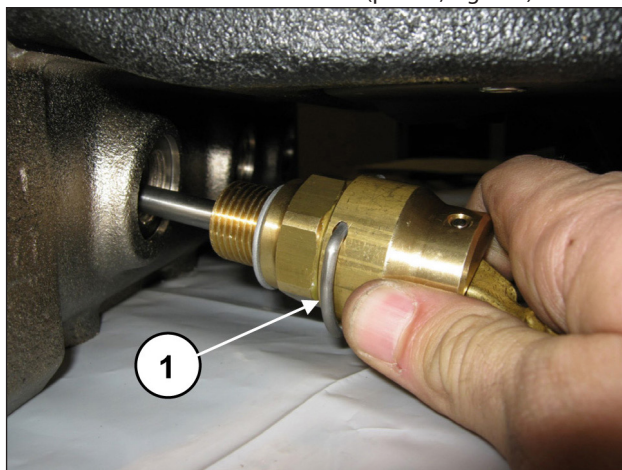
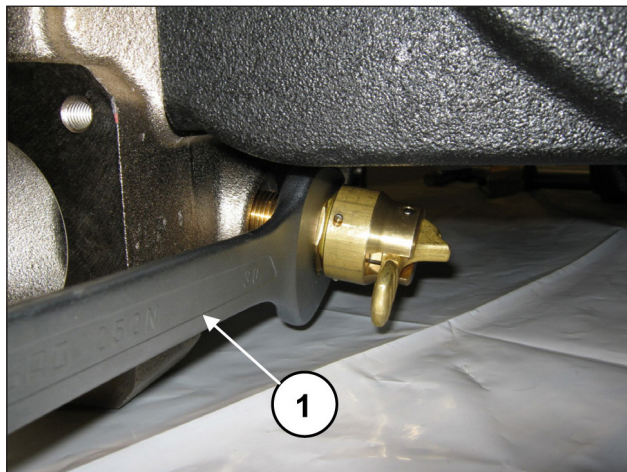

Fig. 164
Fig. 165
Applicare i dispositivi apertura valvole (pos. ①, Fig. 164) ed avvitarli mediante chiave da 30 mm (pos. ①, Fig. 165).